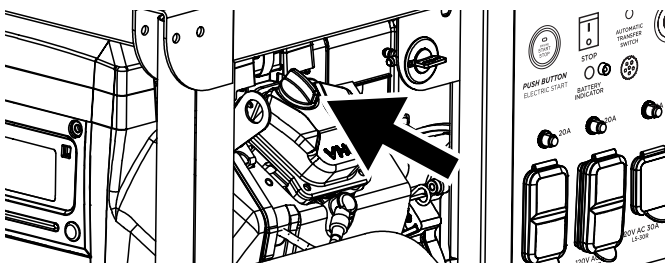

Figure 15 - Bouchon de remplissage d'huile
5. Retirez le bouchon de remplissage d'huile et essuyez-le. (Voir la figure 15)